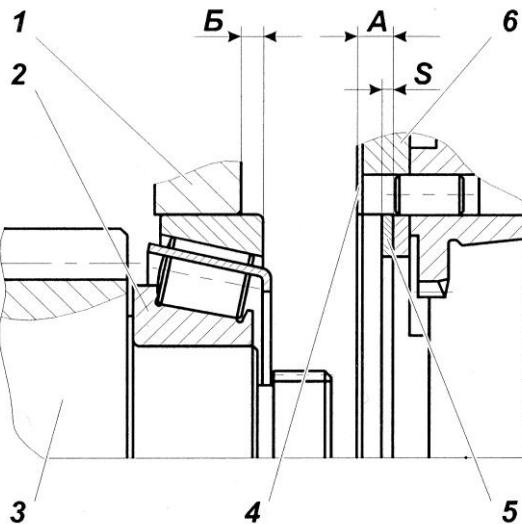

Рис. 99:
3.1 Замерить абсолютные величины размеров А (между торцами уплотнительной прокладки и проставки) и Б (между торцами картера и подшипника) рис. 99. При этом, торец ступицы шестерни привода промежуточного вала должен быть плотно (под усилием собственного веса вала) прижат к торцу технологического приспособления, а наружное кольцо заднего подшипника - к роликам.
4 Демультиплексатор с установочными прокладками, подобранными по п. 3, пристыковать к картеру коробки передач, обеспечив затяжку болтов крепления демультиплексатора к коробке передач с $M_{kp}=215,74...274,5 \text{ Н}\cdot\text{м}$ (22...28 $\text{кгс}\cdot\text{м}$). Перед установкой демультиплексатора на уплотнительную прокладку поз. 5 (рис. 99) с обеих сторон нанести герметик УГ-9 или УГ-6 непрерывной полосой шириной 2...3 мм по контуру.